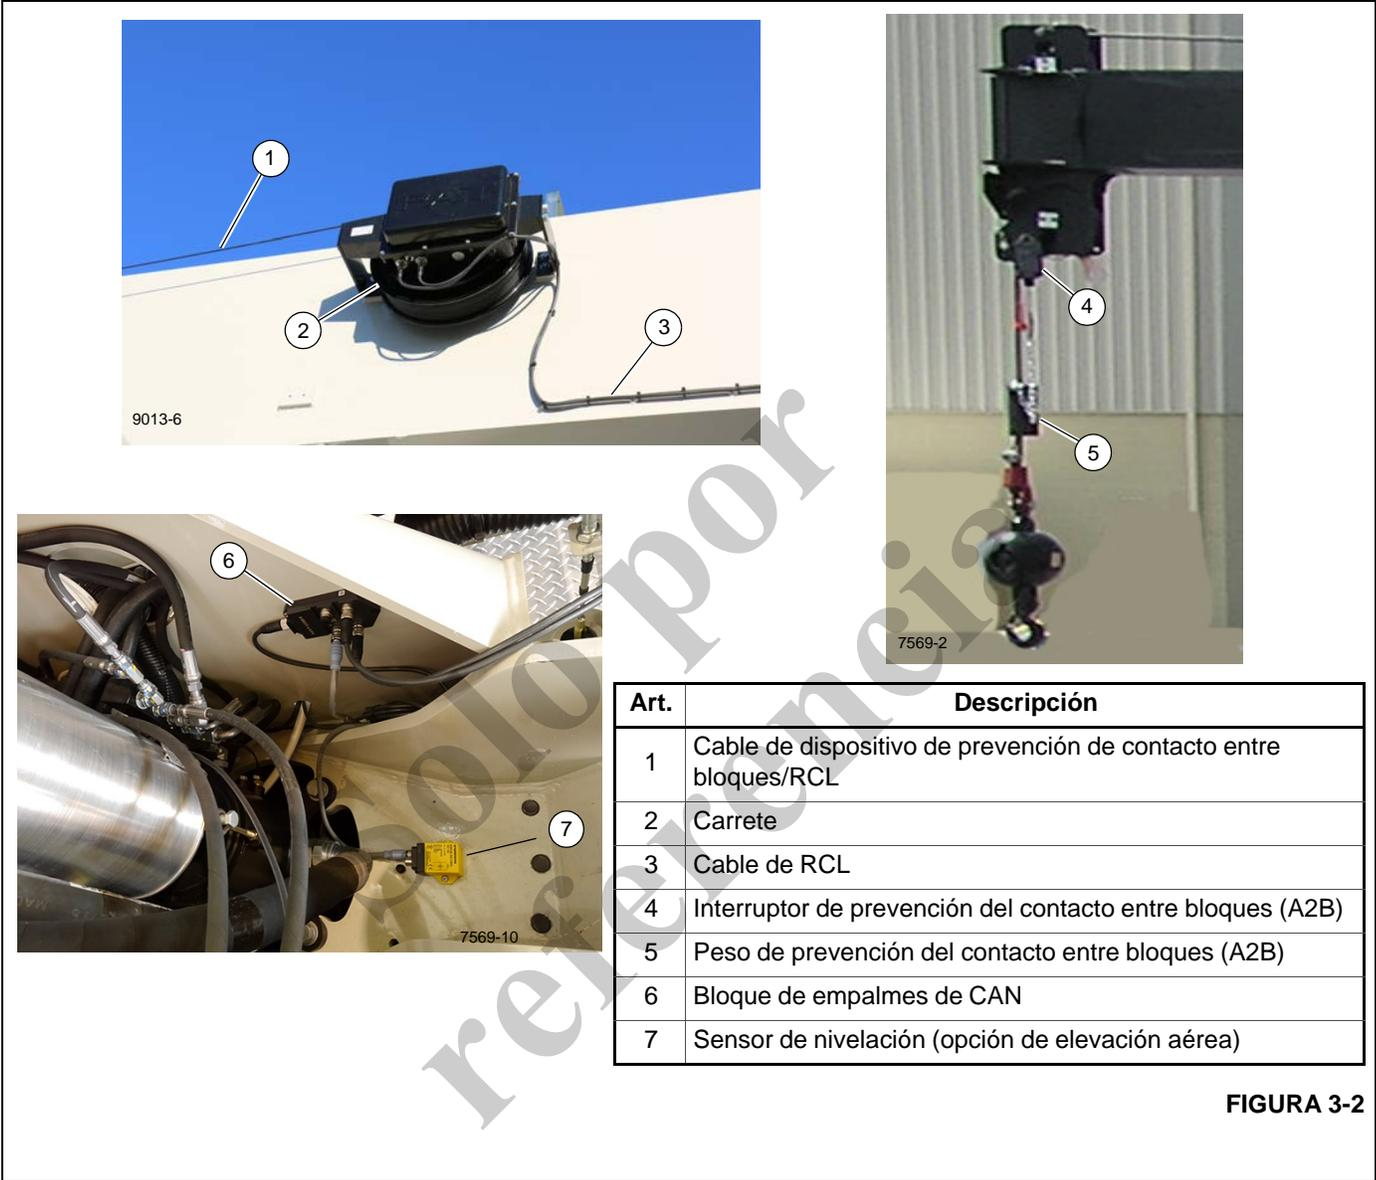

FIGURA 3-2
El cable de dispositivo de prevención de contacto entre bloques/RCL de la pluma (1, Figura 3-2) se extiende del carrete de prevención de contacto entre bloques (2) por la pluma y hasta el conjunto de interruptor de prevención de contacto
El cable de RCL (3, Figura 3-2) se proyecta de la parte inferior del carrete (2) hasta el extremo de la pluma, luego se divide, con un cable (cable de CAN) hacia el bloque de empalmes de CAN. Un segundo cable se proyecta del carrete de RCL hasta el arnés de alambrado de la superestructura y transmite las señales del interruptor de pie de elevación aérea (si lo tiene).